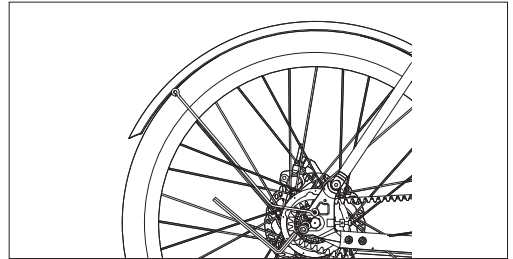

Abbildung 6-2
- d. Nachdem Sie die obere Halterung befestigt haben, entfernen Sie die 2 Schrauben am Ausfallende mit einem 4-mm-Inbusschlüssel. Richten Sie dann die Schenkel des vorderen Kotflügels mit den Montagelöchern aus, wie in **Abbildung 6-2** und **6-3**, und ziehen Sie dann die Schrauben wieder fest.